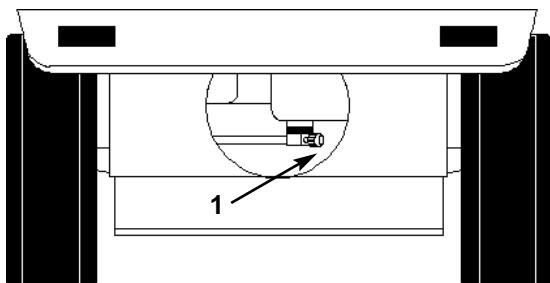

Figure 29
2. Chiudete la valvola di arresto sul serbatoio del carburante (Fig. 29).
2. Chiudete la valvola di arresto sul serbatoio del carburante (Fig. 29)
7. Aprite la valvola di arresto sul serbatoio del carburante (Fig. 29)